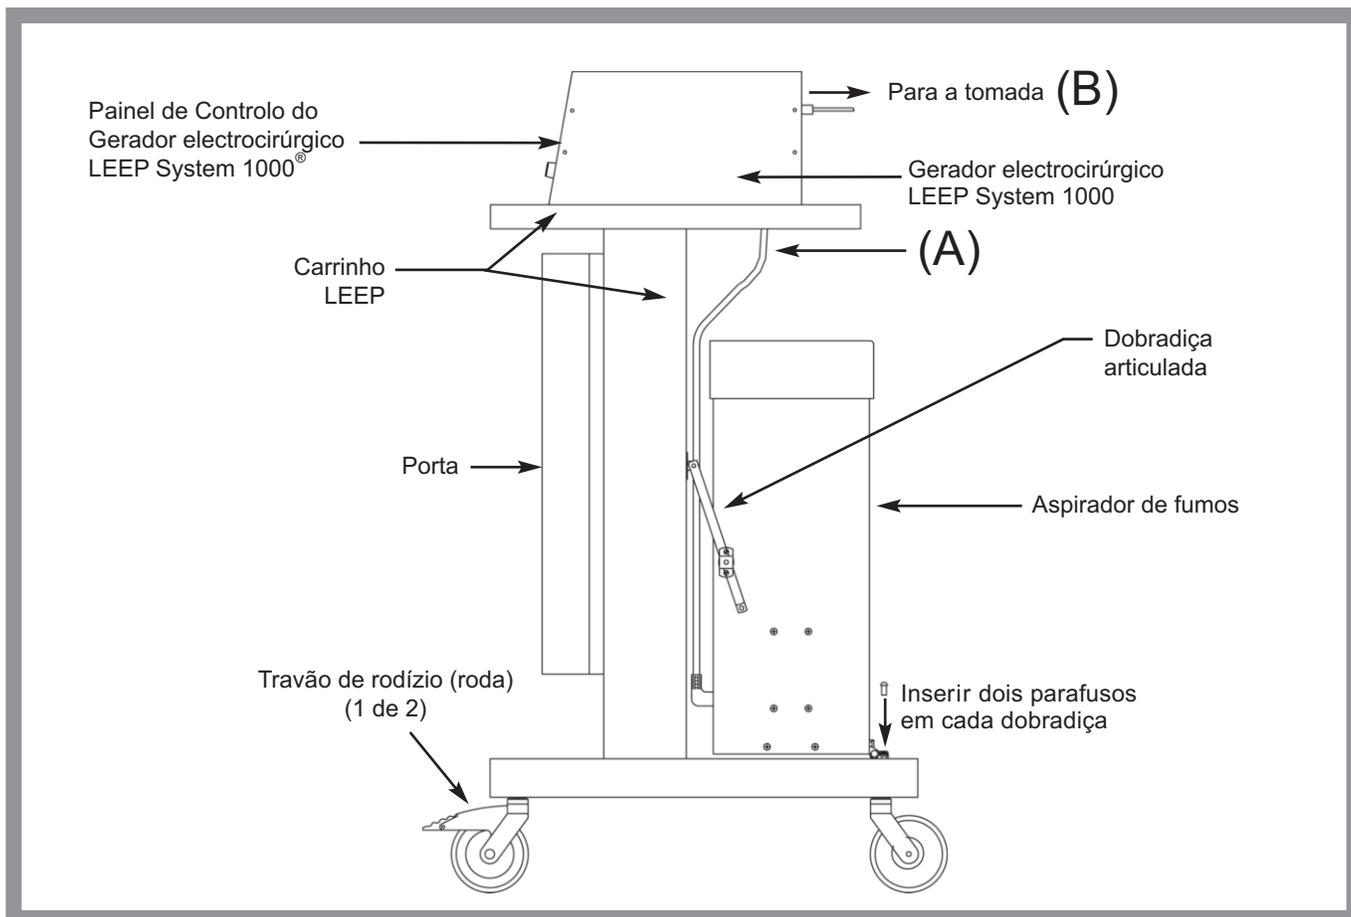

Figura 1
3. Retire os parafusos do lado do Aspirador de fumos e, em seguida, fixe o suporte da dobradiça flexível ao Aspirador de fumos. Veja a Figura 1.
Depois de desembalar a caixa do Gerador electrocirúrgico, alinhe os pinos na parte inferior do gerador com os orifícios correspondentes situados na parte superior do carrinho. Veja a Figura 1.
1. Ligue a ficha que vai do Gerador electrocirúrgico para o receptáculo na parte posterior do Aspirador de fumos [consulte (A) na Figura 1].
Consulte **1** e **12** na Figura 2. Em seguida, encaixe o cabo de alimentação no receptáculo na parte posterior do Gerador electrocirúrgico e, em seguida, numa tomada de parede com ligação à terra de grau hospitalar para obter alimentação [consulte (B) na Figura 1].